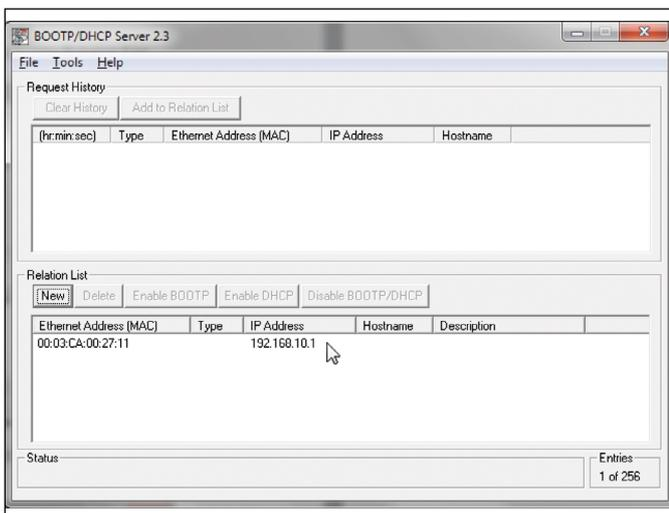

Abb. 84: Auflistung der MAC-Adresse und IP-Adresse in der „Relation List“
5. Überprüfen Sie, ob die MAC-Adresse des Sensors sowie die zugewiesene IP-Adresse in dem Feld „Relation List“ aufgelistet werden (Abb. 84). Wenn die MAC-Adresse und die IP-Adresse nicht in dem Feld „Relation List“ angezeigt werden, wiederholen Sie die Schritte 3 und 4. Ansonsten fahren Sie mit Schritt 6 fort.